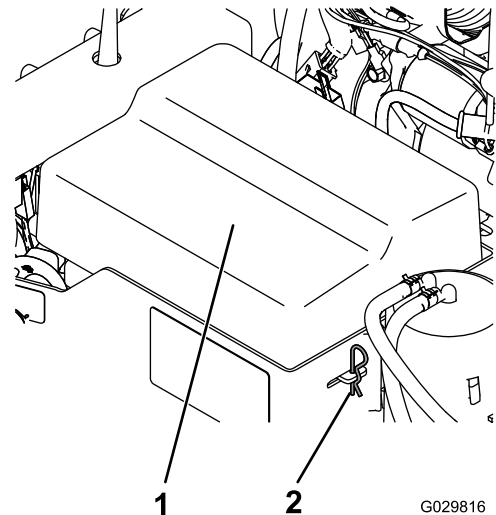

Figura 3
1. Retire los clips que sujetan la tapa de la batería a la caja de la batería (Figura 3).